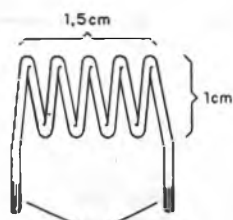

figura 8
f) A bobina consiste em 5 voltas de fio esmaltado 22 ou 24 sem forma, conforme mostra a figura 8.